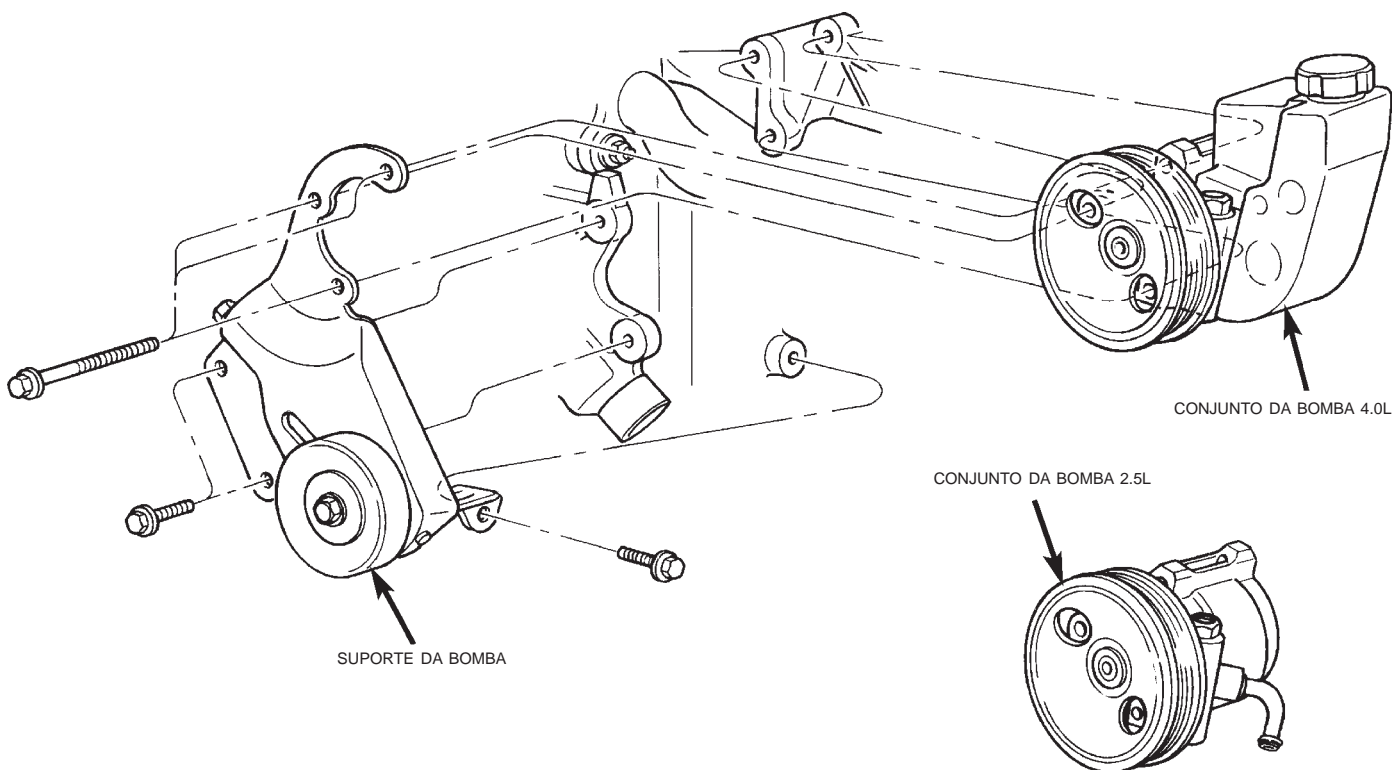
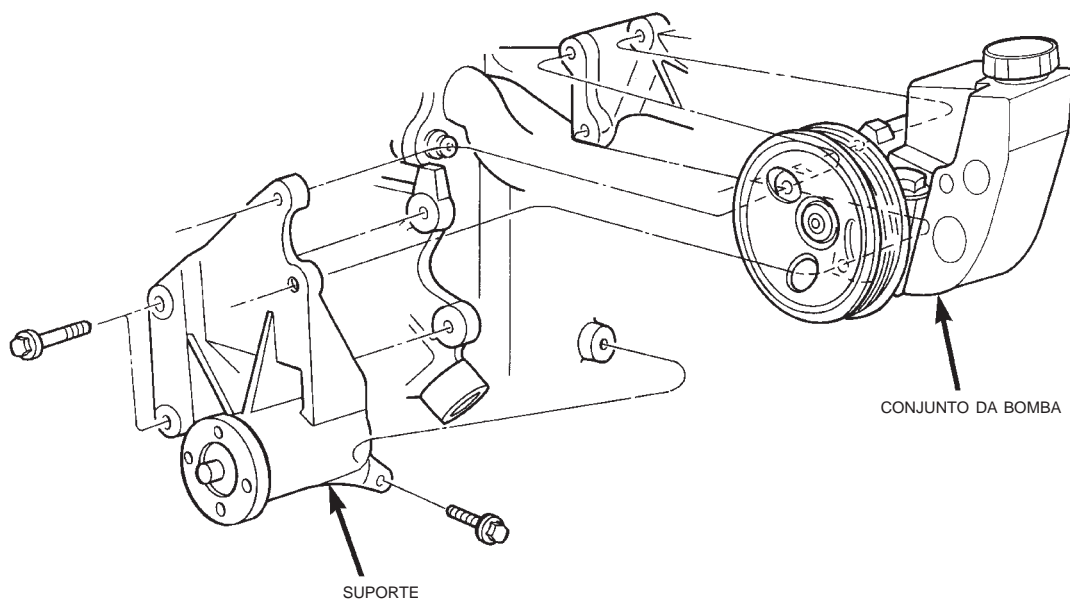

Fig. 3 Montagem da Bomba
Fig. 4 Montagem da Bomba com Motor 4.0L Direção à Direita (RHD)
(3) Remova os três parafusos de montagem da bomba através dos furos de acesso da polia.
(4) Solte os três parafusos do suporte da bomba (Fig. 3) e (Fig. 4).
(5) Incline a bomba para baixo e retire-a do motor.
(6) Remova a polia da bomba.